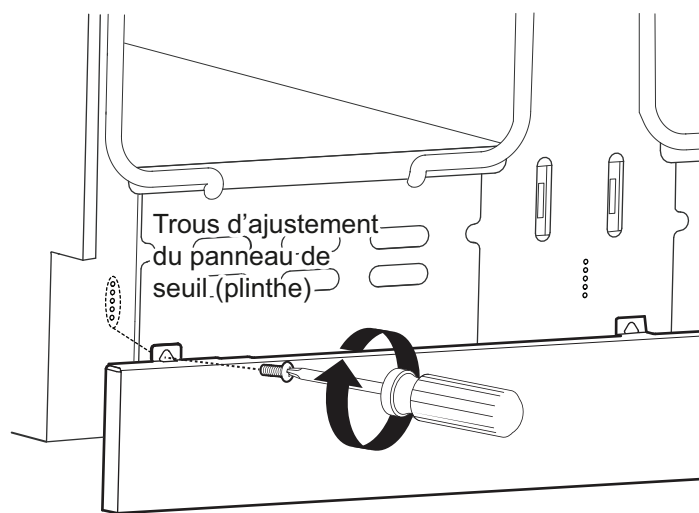

Figure 27 : Ajustement du panneau de seuil (plinthe)
2. Remplacez le panneau à l'une des cinq positions de trou de vis, comme illustré sur la *Figure 27*. Réinstallez les vis Torx.
Tournez le bouton à HI. Voir Figure 27 pour les caractéristiques de flamme appropriées.